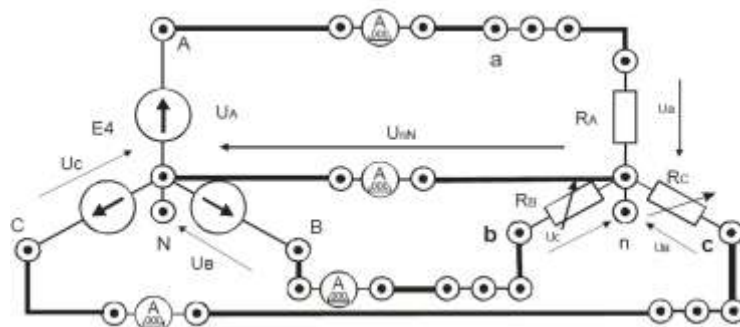

Рис.22.
3. Собрать симметричную четырехпроводную трехфазную электрическую цепь (рис. 22). В качестве амперметров использовать цифровые приборы в режиме измерения переменного тока (тумблер режима работы приборов в позиции «~»). В качестве потребителей RA, RB, RC использовать резисторы R17, R18, R19, установив соответствующие тумблеры в позицию «1». Представить схему для проверки преподавателю.